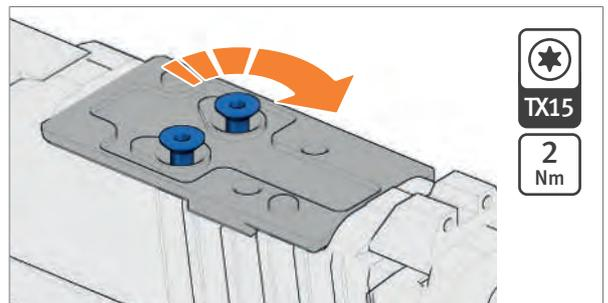

Abb. 39: Schrauben festziehen
5. Schrauben festziehen bis das Drehmoment erreicht ist (Abb. 39).